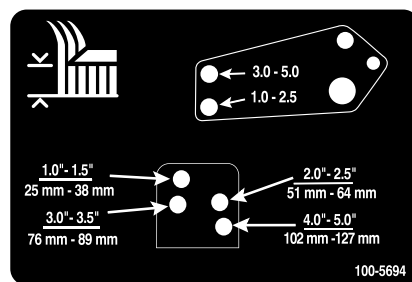

Figura 28
10. Alinee los taladros de los acoplamientos de los amortiguadores con los taladros seleccionados del soporte de altura de corte en el bastidor de la carcasa de corte y coloque los pasadores de horquilla y las chavetas (Figura 28).